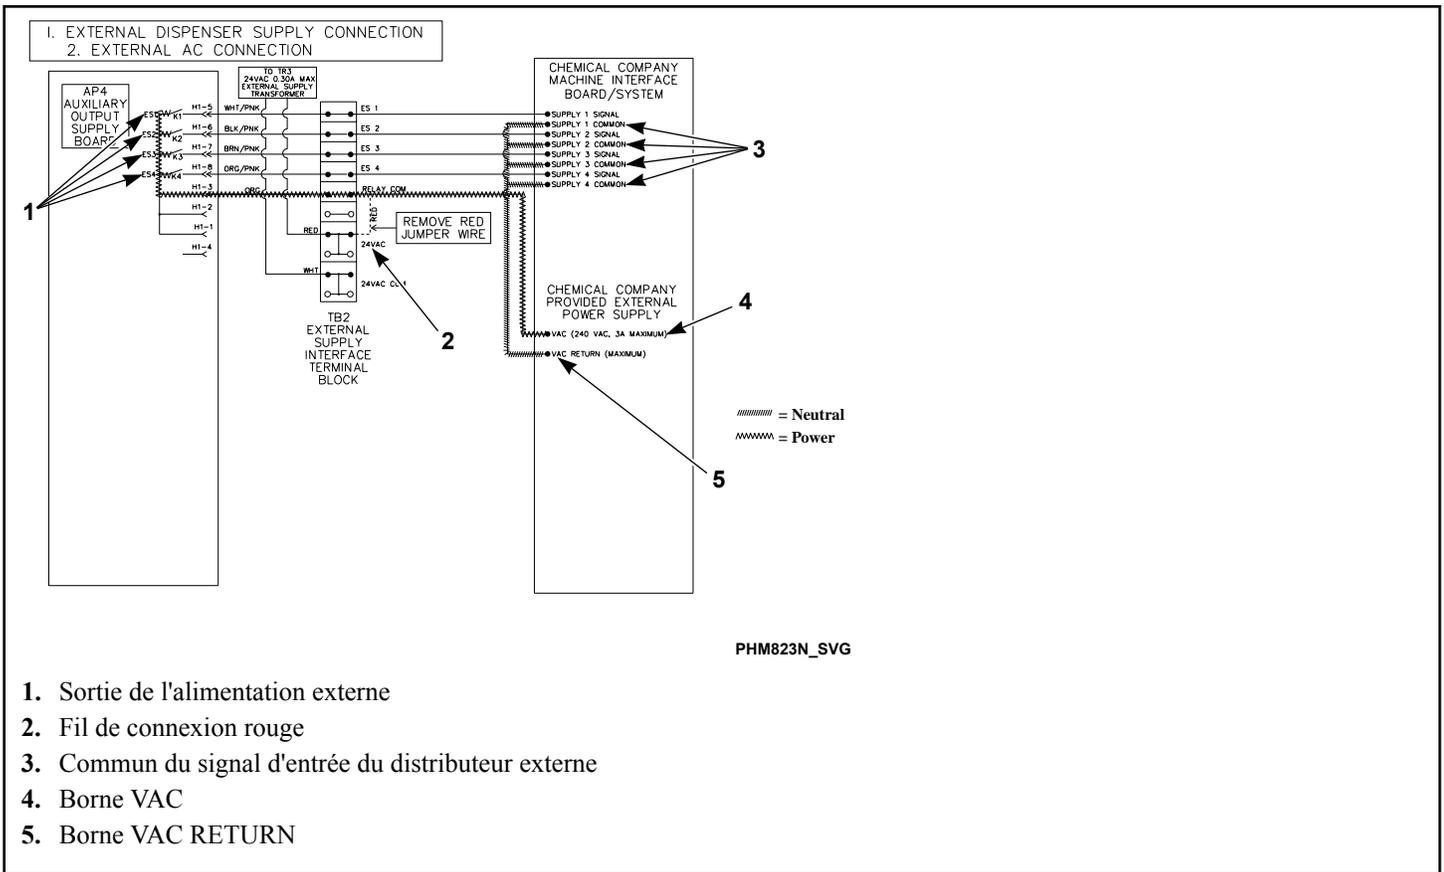

Figure 36
2. Connecter une extrémité de la source d'alimentation externe à « RELAY COM » et l'autre extrémité à la borne commune des signaux d'entrée du distributeur externe. Se reporter à la Figure 36 .